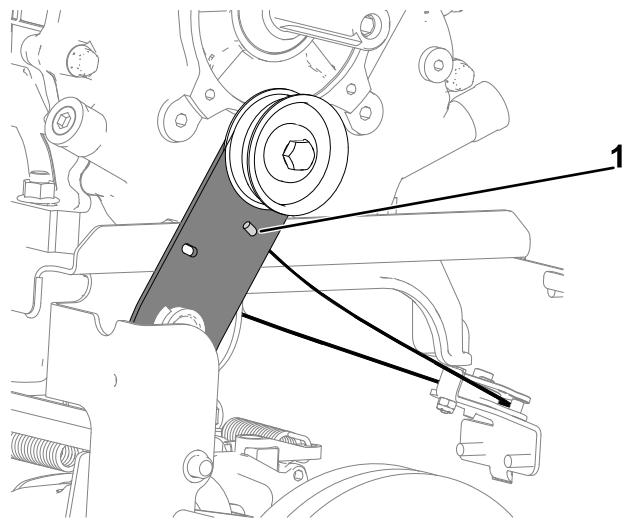

Figura 18
4. Instale a curva Z do cabo de tração do braço intermédio de tração (Figura 18).